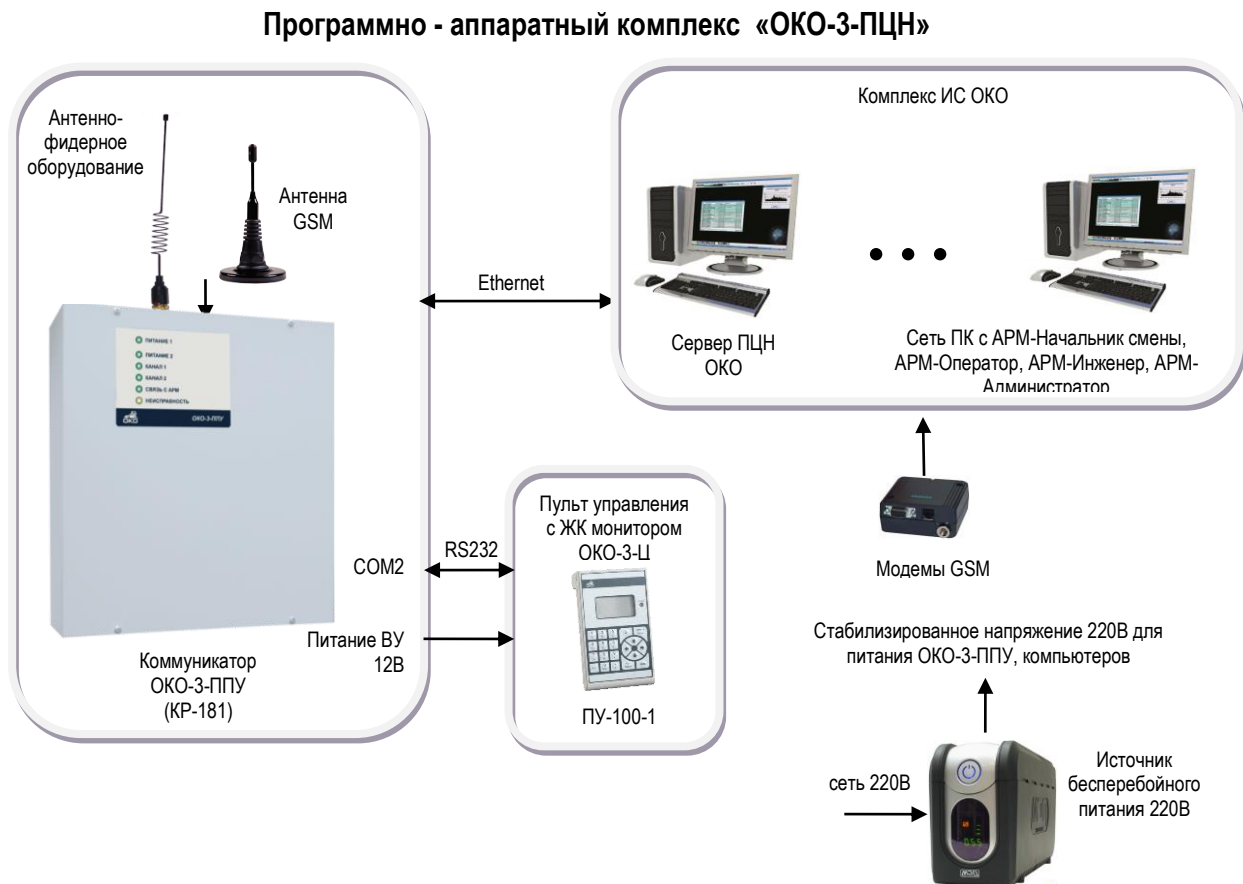

Рис. 1. Структурная схема ОКО-3-ПЦН системы ОКО
2.1.1. Структурная схема подключения оборудования пульта ОКО-3-ПЦН показана на рис.1.